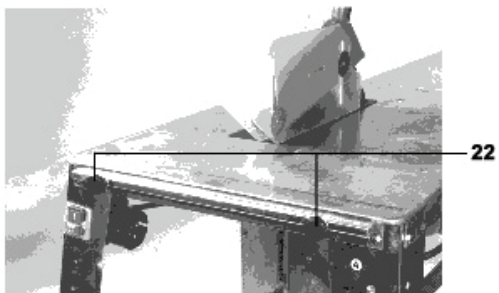

Fig. 19
- Montare la parte 22 fissandola con due viti con testa semisferica M6x30, con stelo rettangolare, e due rondelle m6 (vedi fig. 19). Applicare poi la stessa operazione di cui sopra. La parte 24 avrà il movimento libero nella canalina